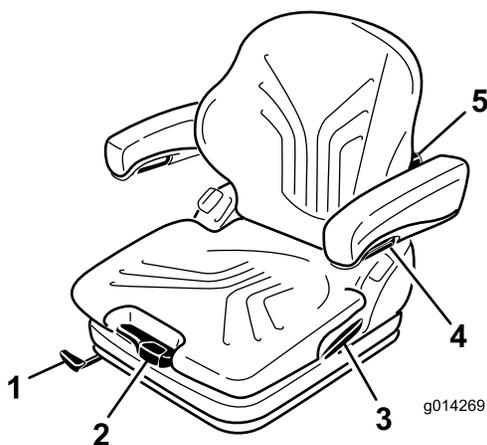

图10
上拉或下压体重调节杆可根据您的体重调节座椅图10。
1. 提升控制杆打开座椅的锁定图10。
向上旋转调节旋钮可调节靠垫上部的弯曲程度。向下旋转调节旋钮可调节靠垫下部的弯曲程度图10。
要调节扶手高度请拿掉盖上的圆帽图10松开下面的六角螺帽13mm将扶手调节到所需位置然后拧紧螺母。将螺帽重新盖到螺母上。
要调节扶手的角度请旋转调节旋钮图10。
向上拉锁定杆可松开靠背锁图10。当松开靠背锁时不要通过推压靠背向其施加任何负载。